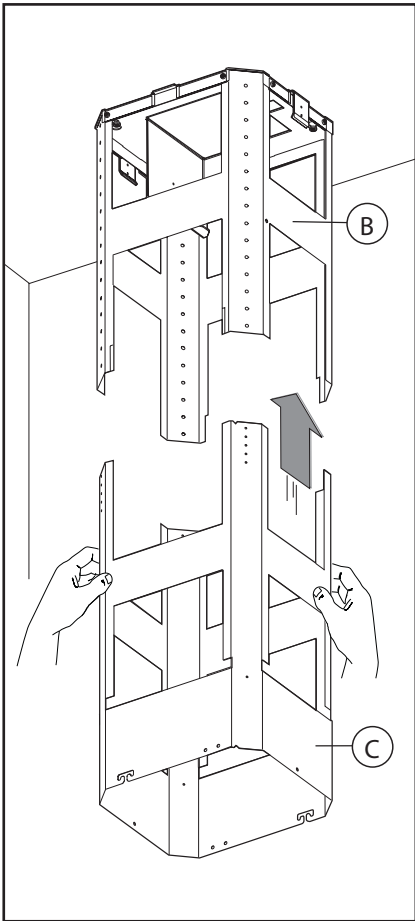
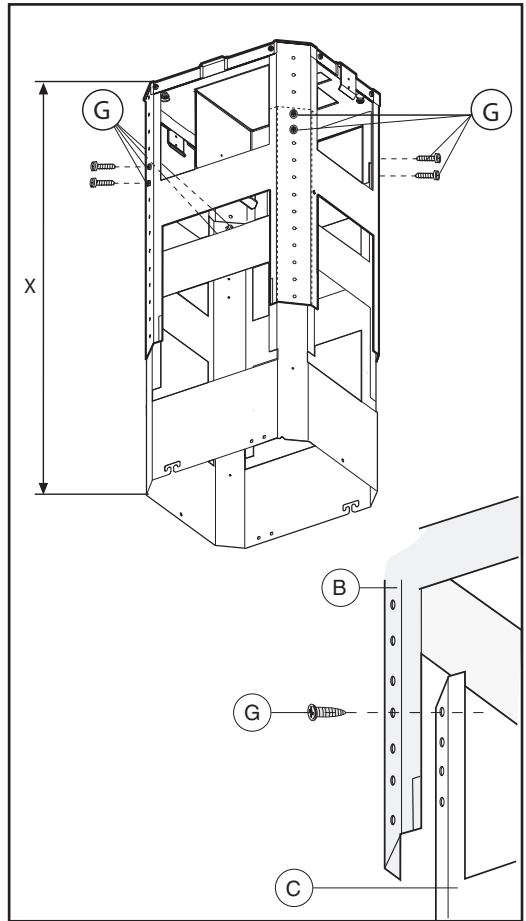
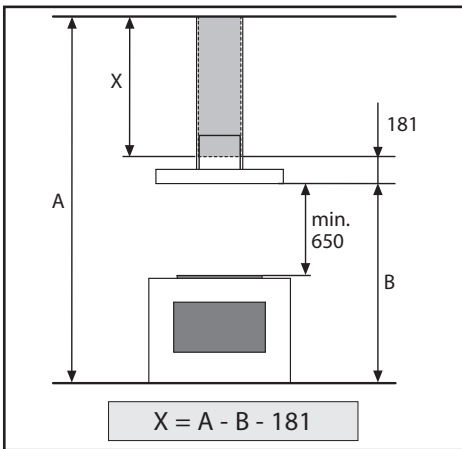

Fig.5
Fig.6
Fig.14
- Den unteren Teil des ausziehbaren Trägersupports **C** nehmen und auf dem oberen **B** anbringen (**Abb.5**). Die gewünschte Höhe **X** einstellen, wobei auf die in **Abb.14** angegebenen Maße Bezug zu nehmen ist, und sie mithilfe der mitgelieferten 8 Schrauben **G** montieren (**Abb.6**).